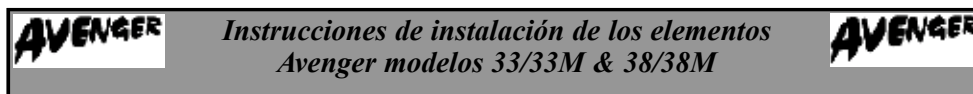

Figura 1 - Vista seccionada del Avenger 33M
- ▶ Extraiga la junta tórica (Figura 1).